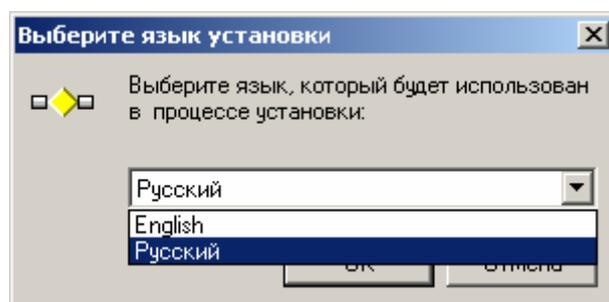

Рисунок 1
- В появившемся окне мастера установки программного комплекса OPC LIS200 выберите язык установки (рис.1).